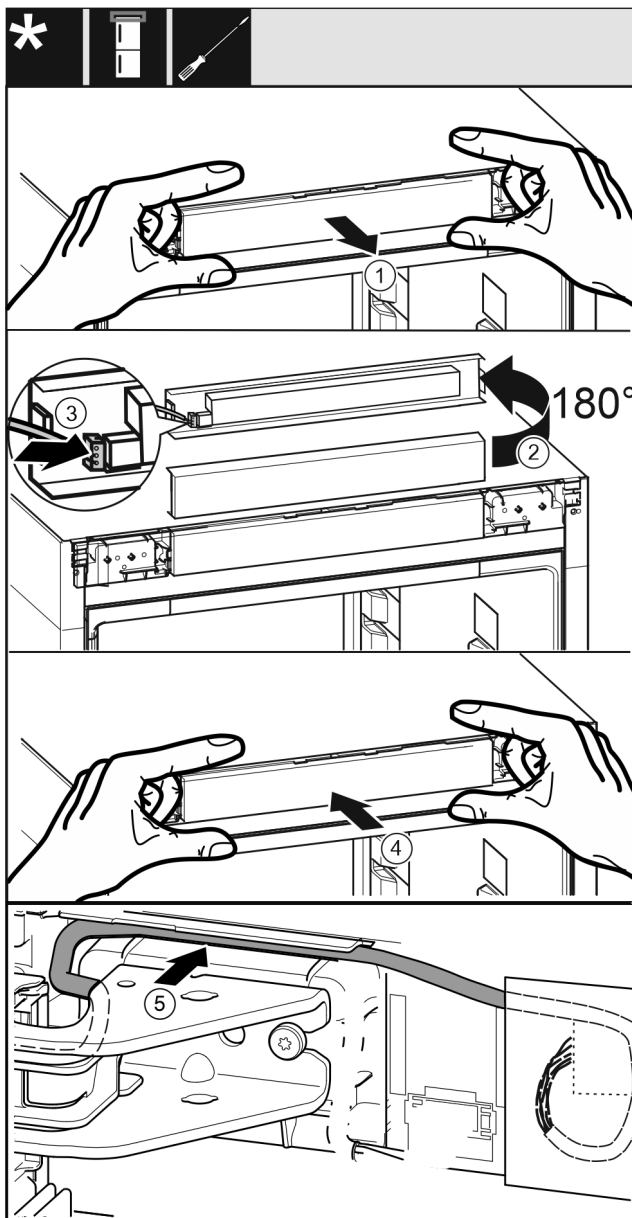

Fig. 38
- Extrageți cu precauție masca de operare Fig. 38 [1].
- Rotiți masca de operare Fig. 38 (2) cu 180° în sus.
- Fixați în poziție fișa Fig. 38 (3) la masca piesei de operare.
- Fixați din nou în poziție masca de operare Fig. 38 (4) la aparat.
- Pozați cu precauție cablul Fig. 38 (5) în ghidaj deasupra suportului superior de lagăr.